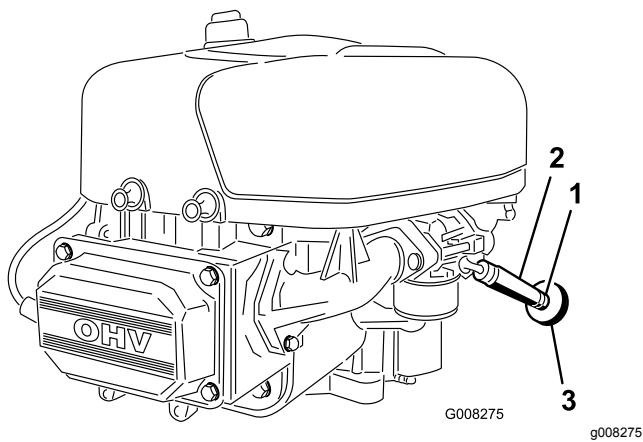

Bild 29
7. Lockern Sie die Schlauchklemme am Kraftstofffilter und schieben Sie sie an der Kraftstoffleitung weg vom Kraftstofffilter (Bild 29).
8. Ziehen Sie die Kraftstoffleitung vom Kraftstofffilter (Bild 29).
11. Schieben Sie die Schlauchklemme ganz an den Kraftstofffilter heran, um die Kraftstoffleitung zu befestigen (Bild 29).
Tauschen Sie den Kraftstofffilter am besten aus, wenn der Tank leer ist (Bild 29). Bauen Sie nie einen verschmutzten Filter wieder ein, wenn Sie diesen aus der Kraftstoffleitung entfernt haben.